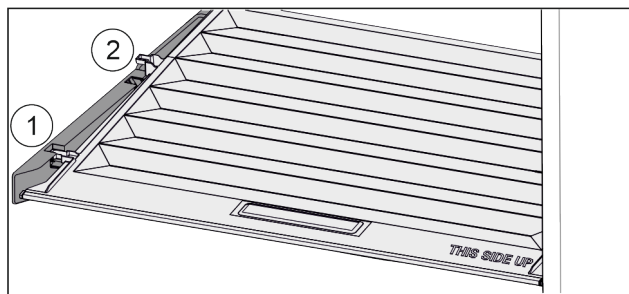

Fig. 73
- Vytáhněte víko dopředu až k otvoru v přídržných dílech Fig. 73 (1).
- Vzádu zespodu nadzvedněte a vyjměte směrem nahoru Fig. 73 (2).